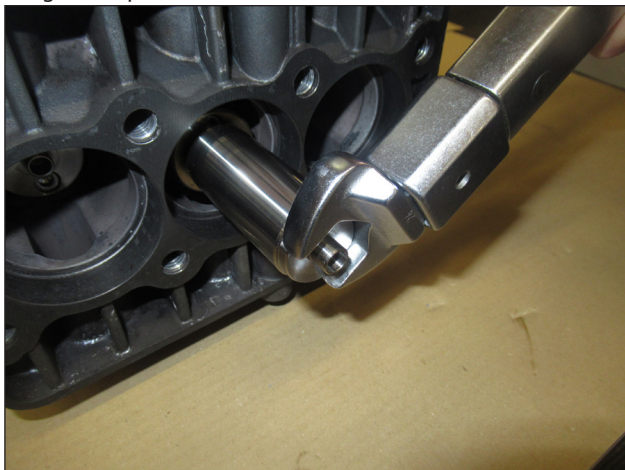

Fig. 32
- A) Montar el distanciador (Fig. 32) y apretar en el vástagos guía del pistón.